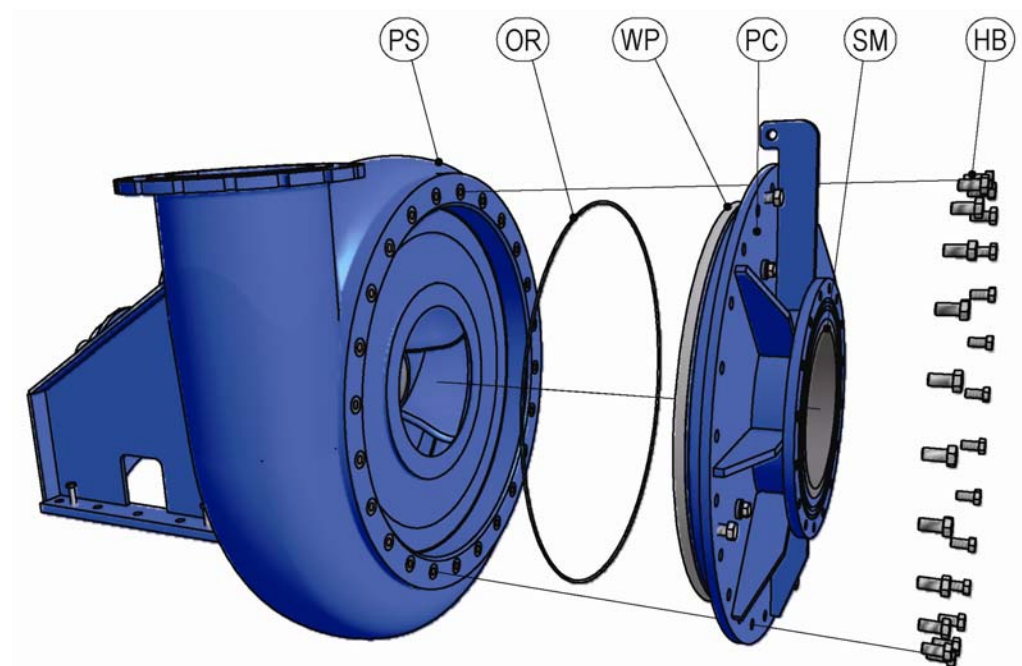

Figure 10 Montage du couvercle côté d'aspiration
1. Fixez un outil de levage à l'œillet de levage du couvercle côté d'aspiration (PC, voir Figure 10) à l'aide d'un maillon d'attache approprié.